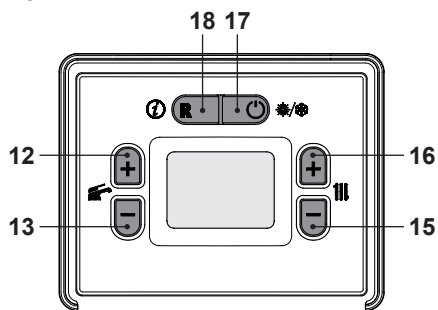

Figura 5.39
- Utilizzando i tasti 15 o 16 (Figura 5.39) è possibile modificare il valore del parametro A52:
- Premendo il tasto 12 o 13 (Figura 5.39) si ottiene la conferma del valore inserito e si ritorna alla lista parametri (Figura 5.40).
- Premendo il tasto 17 (Figura 5.39) si esce